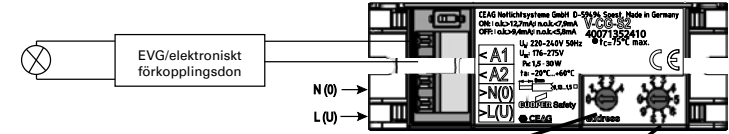

Fig. 1/ Fig. 1
The mains connection has to be set to terminals L(U) and N(O), for luminaire connections terminals A1-A2 have to be used (Fig 1). A slide-switch is used for preselection of connected load. The limit for ok/not ok depends on the setting of the switch:
Nätanslutningen ska anslutas till fasplinten (U) och neutralplinten (0). Anslutning av armatur ska anslutas till plint A1–A2 (fig. 1). Inställning av ansluten last utförs med skjutomkopplaren. Gränsvärde för ok/ej ok varierar beroende på omkopplarens inställning: